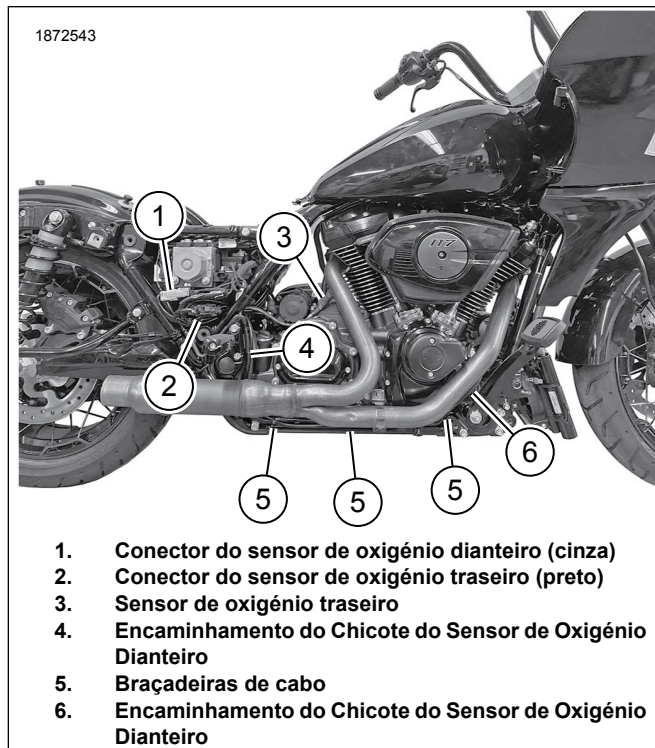
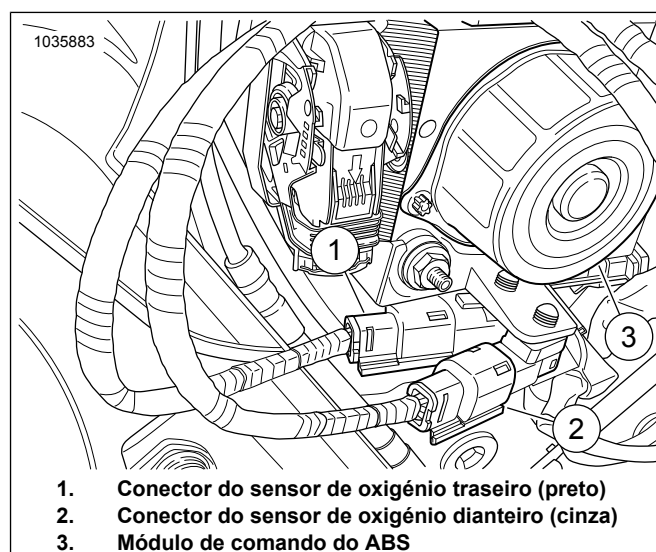

Figura 8. Orientação da cablagem do sensor do ATM
Figura 13. Conectores da cablagem principal do ATM
12. Ver Figura 4 e Figura 8. Encaminhar os fios do chicote do conector do sensor de oxigênio dianteiro e traseiro (1, 2) em direção aos conectores correspondentes. Ligar os conectores do chicote com base na correspondência de cores: Preto com preto, cinzento com cinzento.
16. Ver Figura 8. **Sensor de oxigénio dianteiro (5, fio longo do chicote):**
12. Ver Figura 13 e Figura 8. Encaminhe a cablagem do conector cinza (3) e preto (1) para fora atrás do módulo de comando do ABS (2) e conecte à cablagem principal. Correspondência de cor dos conectores: preto ao preto e cinza ao cinza.